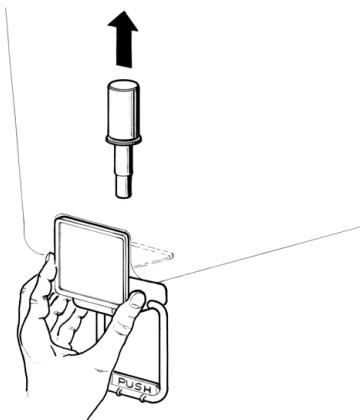

figura 3
**6 Grifo en acero inox por gravedad:** Sacar el pisón y desmontar la palanca mando grifo (ver figura 3).